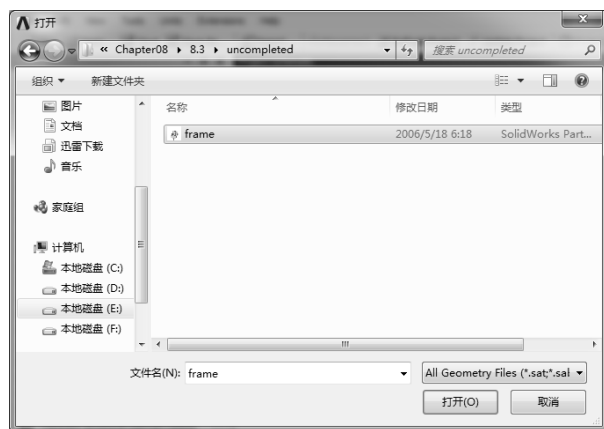

图 5-63 【打开】对话框
2) 在弹出的【打开】对话框中选择文件路径，导入随书光盘中的“\Chapter08\uncompletedframe.sldprt”几何体文件，如图 5-63 所示。此时，A2 栏的【Geometry】项后面的 ? 变为 ✓，表明实体模型已经添加。